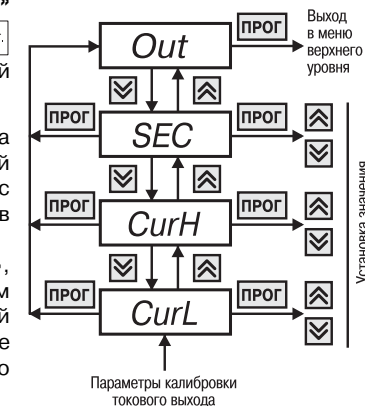

Рис. 20
6.2.2.9. Группа «*Cur*» (рис.20) предназначена для коррекции нижней (параметр «*CurL*») и верхней (параметр «*CurH*») границ выходного тока модуля с токовым выходом 4...20 мА, если он установлен в приборе. Код доступа для данной группы «_11».